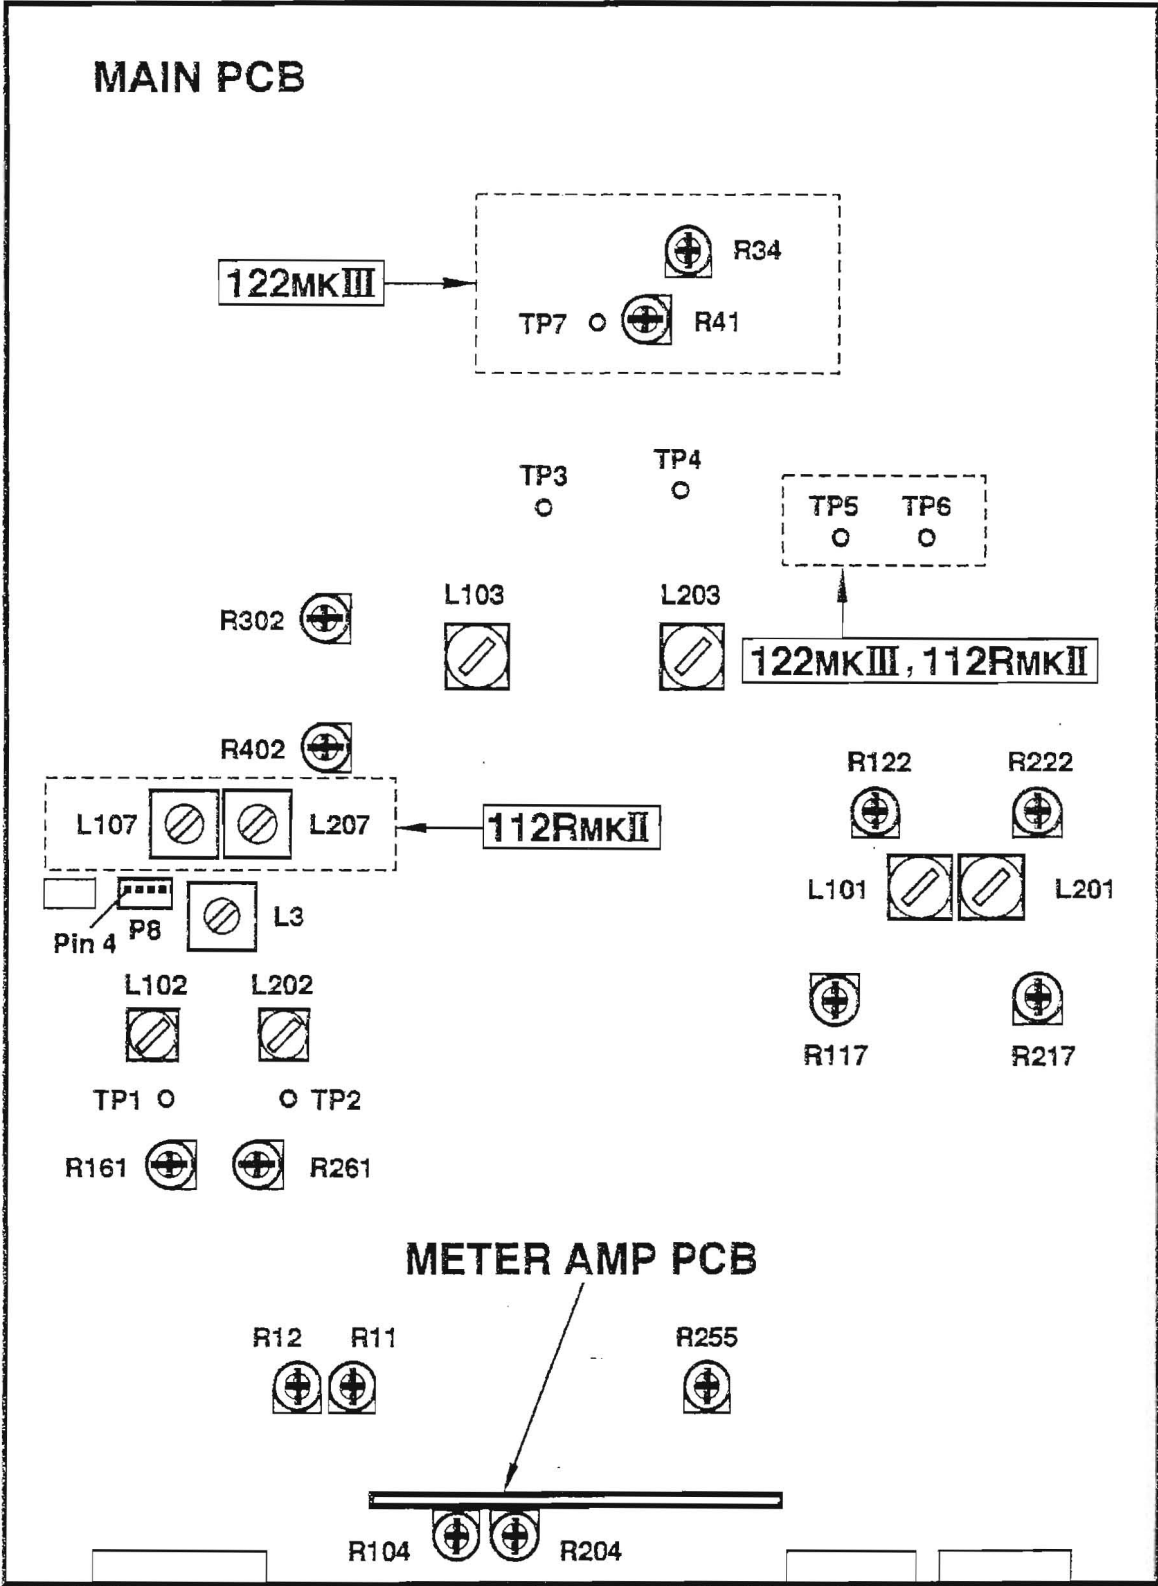

Fig. 3-4 Adjustment and test point locations
- 5. Unless otherwise specified, refer to Fig. 3-4 for location of test points and adjustment points.
- 5. 特に指示のない場合、テスト・ポイントおよび調整箇所は図3-4を参照してください。